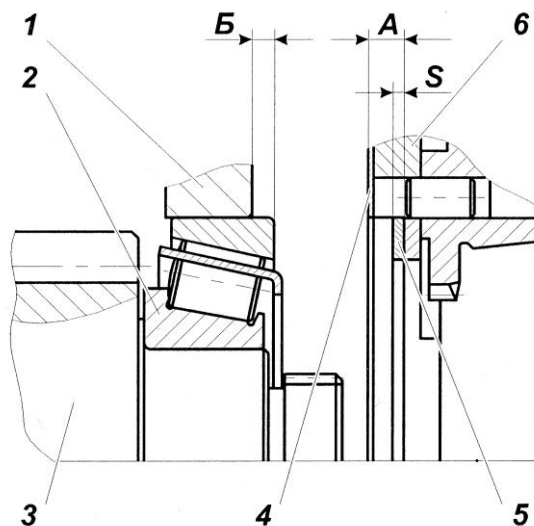

Рис. 113:
3.1. Замерить абсолютные величины размеров А (между торцами уплотнительной прокладки и проставки) и Б (между торцами картера и подшипника) рис. 113. При этом, торец ступицы шестерни привода промежуточного вала должен быть плотно (под усилием собственного веса вала) прижат к торцу технологического приспособления, а наружное кольцо заднего подшипника - к роликам.